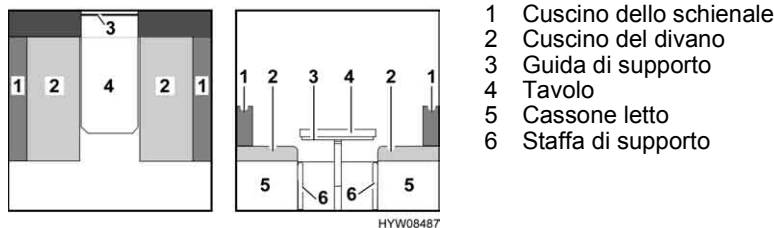

Fig. 45 Prima della trasformazione
- Sollevare leggermente il piano del tavolo (Fig. 45,4) in avanti.
- Alzare il piano del tavolo di circa 45°, sollevarlo dalla guida di supporto (Fig. 45,3) e posarlo da parte. Il tavolo non è necessario per la trasformazione dei letti.
- Sganciare le due staffe di supporto (Fig. 45,6) sui cassoni letto destro e sinistro e ruotarle di un quarto di giro.